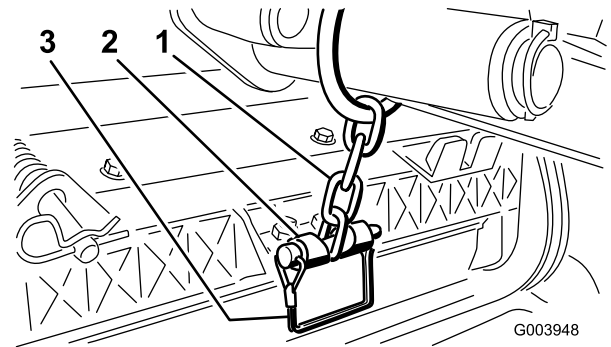

Figura 10
12. Fissate la catena del braccio di sollevamento alla staffa della catena, usando il perno di ritenuta (Figura 10). Utilizzate il numero di maglie della catena riportato nel *Manuale dell'operatore* degli elementi di taglio.